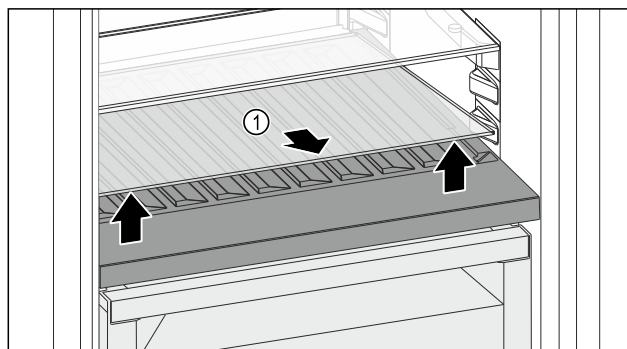

Fig. 96
- 抬起前部槽上的玻璃隔板 Fig. 96 (1) 并取出。
- 将玻璃隔板 Fig. 96 (1) 稳妥地放在冰箱外。